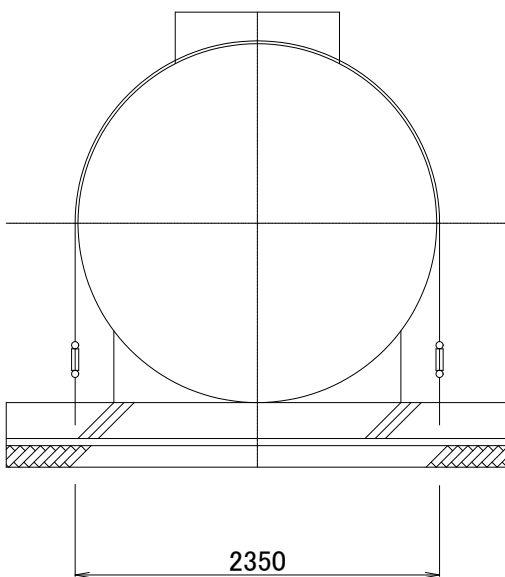
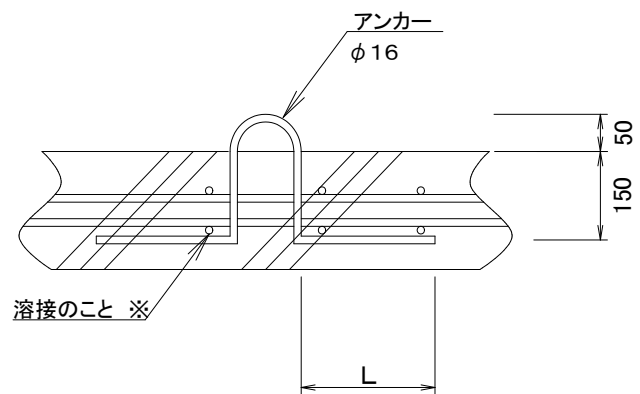

図2
図3
③ ベースコンクリートが、200mm厚に仕上がる様に配筋します。
④ 固定アンカーは、コンクリートの上面から50mm頭を出します。(図2・図3参照)
⑤ 配筋後、規定寸法までベースコンクリートを200mmで打設します。コンクリート強度2.1KN/cm2以上のものを用いてください。
⑥ コンクリートの上面は木ゴテで押さえ、平滑に仕上げてください。
⑦ コンクリート打設後、適切な養生を行ってください。